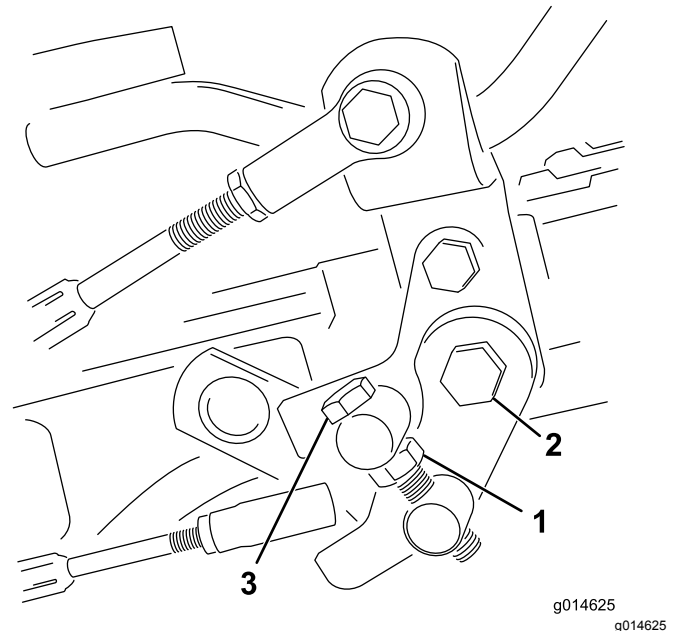

Bild 34
1. Lösen Sie die Klemmmutter an der Drehzapfenkopfschraube (Bild 34).
4. Ziehen Sie die Klemmmutter an der Drehzapfenkopfschraube und die Mutter am Pedalgelenk fest, um die Einstellung zu arretieren (Bild 34). Prüfen Sie die Einstellung und nehmen Sie ggf. eine weitere Einstellung vor.